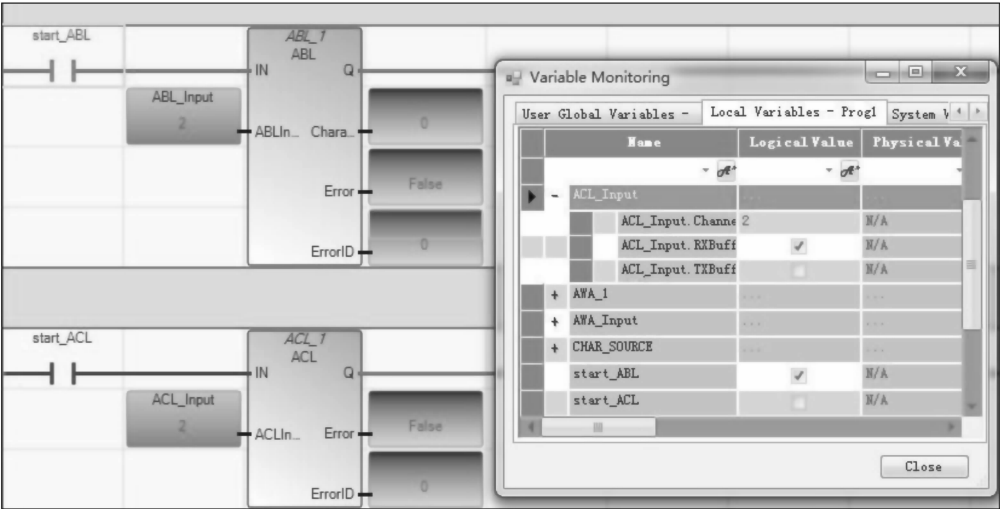

图 9-35 ACL 功能块的应用
2) 现在使用 ACL 功能块来清除缓冲区。确保开关 start_ABL 没有触发，然后将 ACL_Input.RXBuffer 置 1，选中 start_ACL 激活 ACL 的功能块，然后取消 start_ACL 以清除缓冲区。如果再次连通 ABL 功能块，会看到字符计数变为 0，如图 9-35 所示。